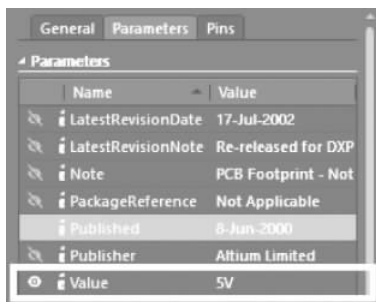

图 3-7 修改 V1 参数
② 打开如图 3-7 所示的界面,在 Parameters 选项卡中,找到 Value 行,在右侧输入 5V。